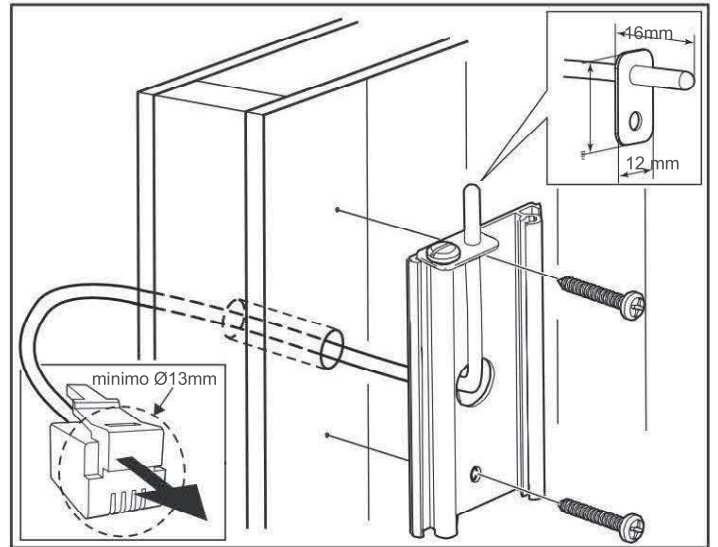

Figura 13: Cablaggio attraverso il muro.
9. Installare il sensore sulla parete vedere Fig. 12. Il filo del termistore può anche essere fatto passare attraverso la parete. Sigillare eventuali fori nella parete dietro il sensore, vedere Figura 13. Il filo del termistore può essere prolungato all'esterno della sauna utilizzando un filo a bassa tensione (2 conduttori).